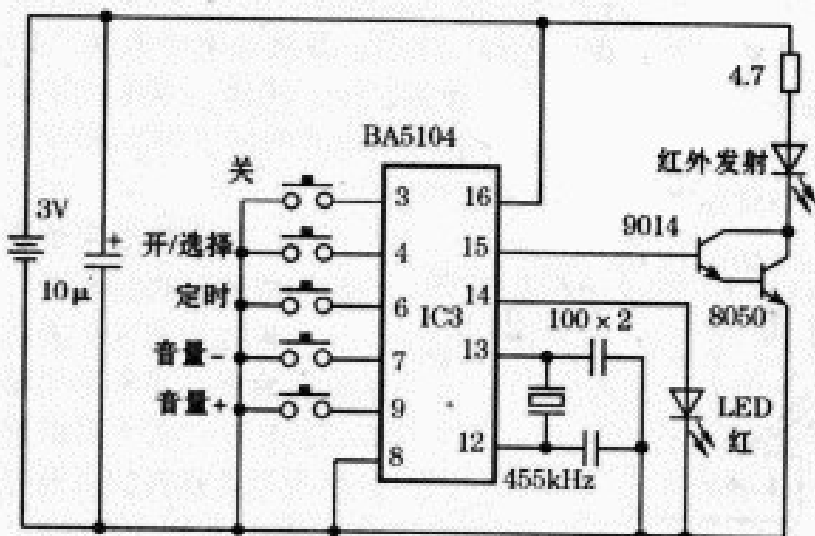

图1
1. 手控/遥控：按图1中的遥控键实现手控/遥控，方便使用。